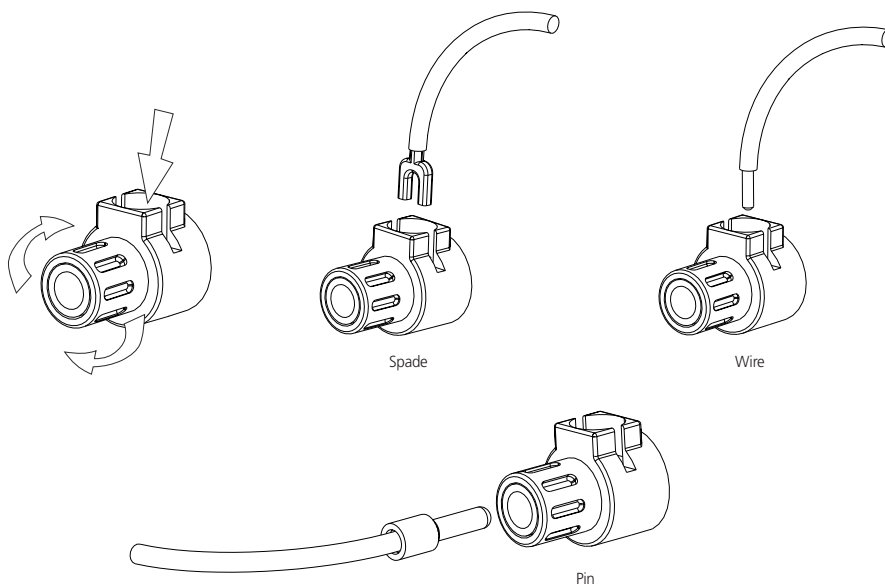

Figura 2
Conéctense los cables de uno de los altavoces a los bornes marcados con "+" y "-" del panel trasero del amplificador NAD de la serie CI. En cada canal, el borne rojo es la salida positiva ("+") y el borne negro es la negativa ("-") o tierra. (Vea la figura 2.)
- 1 Conectores de púa: El conector de púa o espiga es un pasador fino de metal rizado o soldado en el extremo del cable. El orificio de rosca de cada borne de presión contiene una abertura que acepta conectores de hasta 3 mm de diámetro. Desenróquese el buje de plástico de cada borne para dejar al descubierto el orificio del mismo. Insértese el conector de púa en el orificio y hágase girar el buje hacia la derecha hasta que quede bien fijo. (Vea la figura 2.)
- 2 Conectores de lengüeta: Desenróquese el buje de plástico, insértese la lengüeta en forma de "U" en la ranura oblonga y apriétese a fondo el buje (vea la figura 2).
- 3 Cables desnudos: Sepárense los dos conductores del cordón (si se proveen en pares), y descortécese un centímetro de material aislante de cada uno. De cada conductor, tuércense juntos los torones expuestos. Desenróquense los bujes de plástico para "+" y "-", insértese el cable desnudo a través del orificio de metal y apriétese el buje de plástico hasta que sujete a fondo el cable (vea figura 2). Compruébese que no haya ningún torón de alambre suelto que toque el chasis o el borne adyacente.